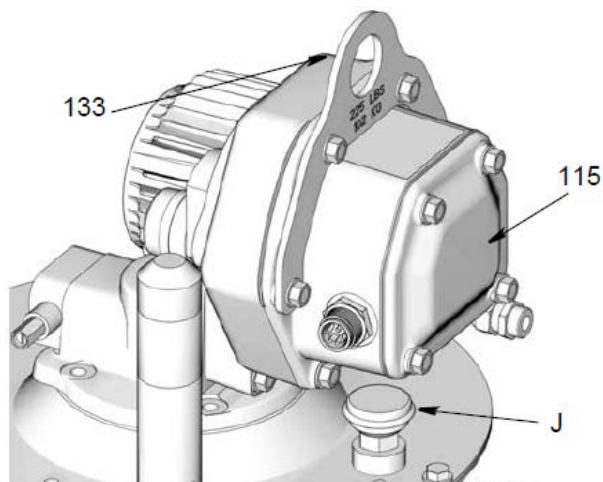

Рис. 7
ВНИМАНИЕ: После того, как насос установится на масляном баке Graco должным образом, дыхательный аппарат (J) будет располагаться ниже, чем блок управления (115), как показано на рис. 7.